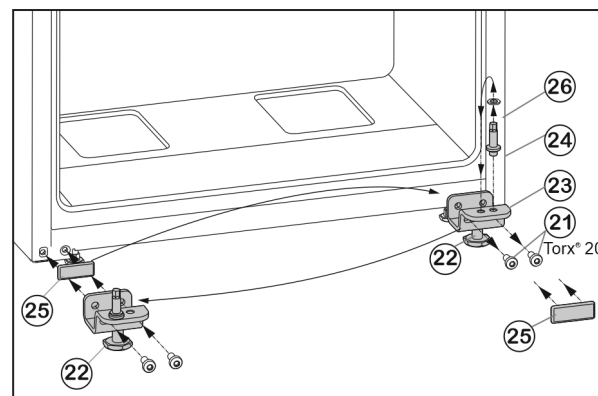

Fig. 7
- ▶ Odkręcić śruby mocujące Fig. 7 (21).
- ▶ Usunąć dolną płytkę zawiasu Fig. 7 (23), wraz z trzpieniem zawiasu Fig. 7 (24), podkładką Fig. 7 (26) i nóżką Fig. 7 (22).
- ▶ Odkręcić całą trzpień zawiasu Fig. 7 (24) z podkładką Fig. 7 (26), przetożyć do przeciwległego otworu mocującego płytki zawiasu i tam dokręcić.
- ▶ Ostrożnie zdjąć płytkę osłaniającą Fig. 7 (25) i przetożyć na przeciwną stronę.
- ▶ Całą dolną płytkę zawiasu Fig. 7 (23) wraz z trzpieniem zawiasu Fig. 7 (24), podkładką Fig. 7 (26) i nóżką Fig. 7 (22) ponownie przykręcić po nowej stronie zawiasu, ew. przy użyciu wkrętarki akumulatorowej (z siłą 4 Nm).
- ▶ Założyć dolne drzwi od góry na sworzeń zawiasu Fig. 7 (24).
- ▶ Wykręcić nóżkę Fig. 7 (22) przy dolnej płytce zawiasu Fig. 7 (23), aż będzie przylegać do podłoża.